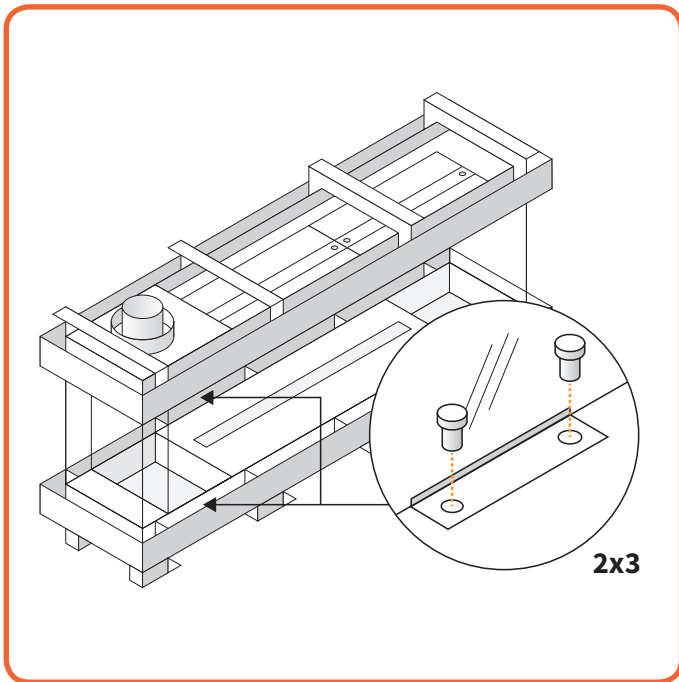

Figure 10.16 - Retirer les pinces de fixation sur les côtés
- Dévisser les vis pour retirer les clips de fixation de la vitre. (Voir **Figure 10.16**)